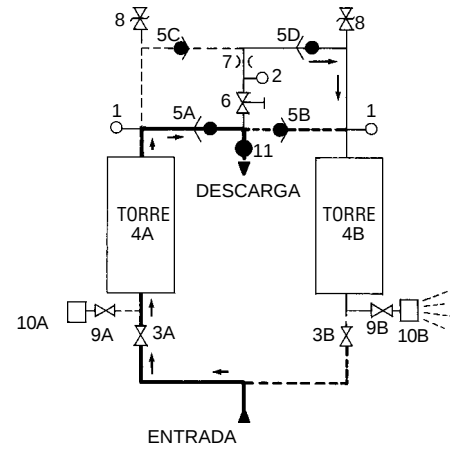

FIGURA 1A
1.2.1 Secador (Refiérase a la figura 1A.)